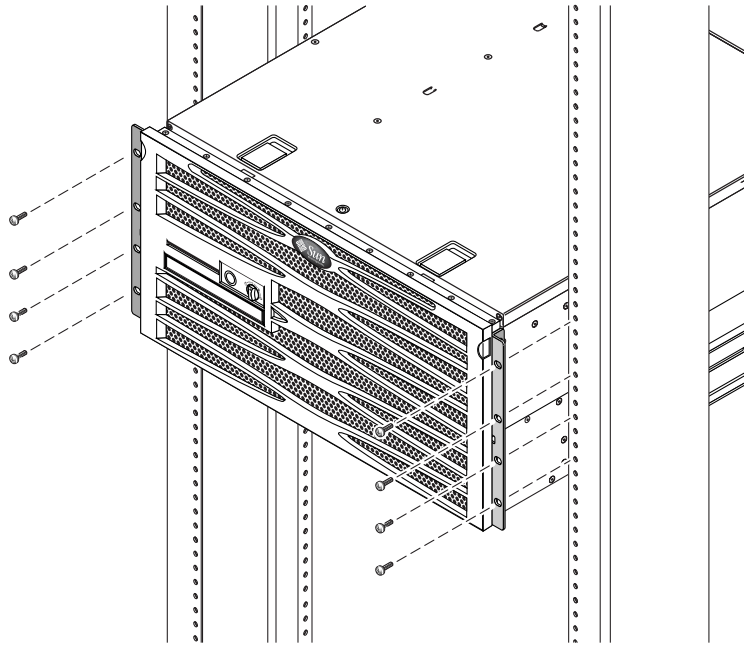

图 3-4 将服务器前端固定到机架上
7. 在机架两侧各用四颗螺丝，将安装在服务器两侧的前端固定式装配托架固定到机架前端（图 3-4）。